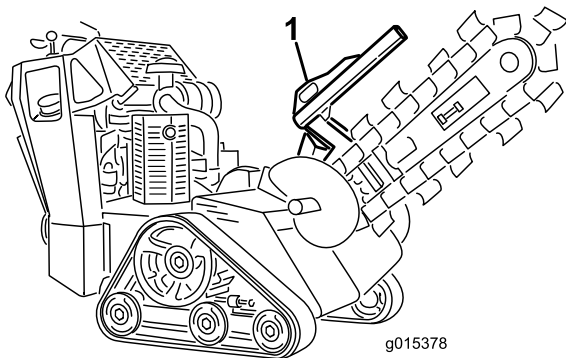
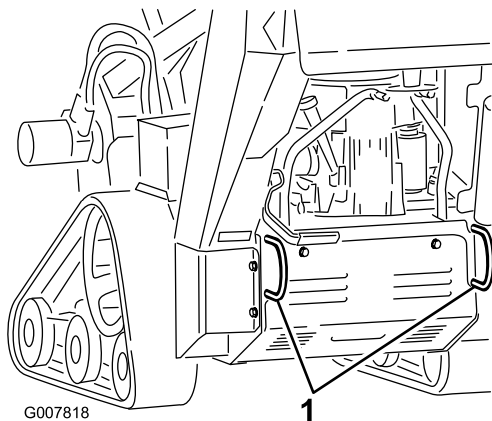

Рисунок 18
Рисунок 19
3. Закрепите машину на прицепе цепями или ремнями, используя скобы для крепления/подъема спереди и сзади машины (**Рисунок 18** и **Рисунок 19**). Изучите местные нормативные документы по прицедам и сцепным устройствам.
Можно поднять машину, используя в качестве точек подъема скобы для крепления/ подъема (Рисунок 18 и Рисунок 19).